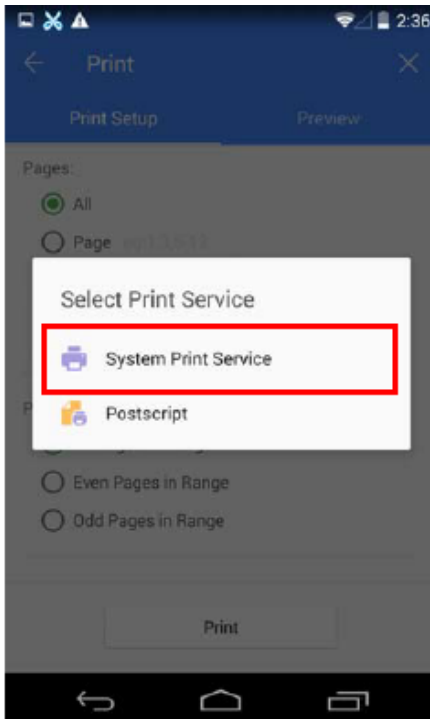

Figura 29
4.5 Cuando aparezca la interfaz “Select Print Service, seleccione “System Print Service” (como se muestra en la Figura 29).